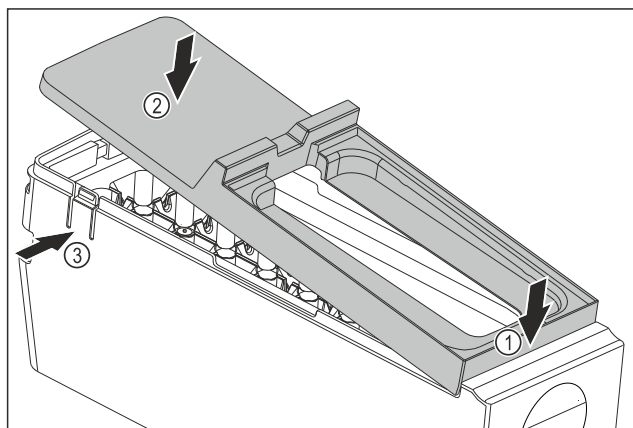

Fig. 146
- Montera skyddet på EasyTwist-Ice-enheten: Sätt in skyddet framtill. Fig. 146 (1)
- Sänk ned skyddet baktill. Fig. 146 (2)
- Skyddet hakar hörbart i båda skenorna Fig. 146 (3).